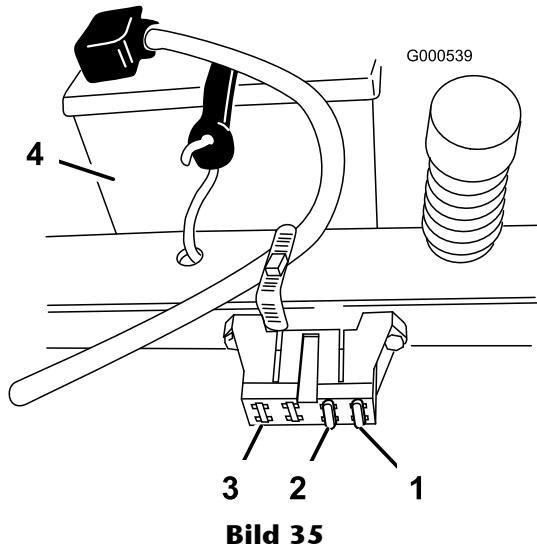

Bild 35
- Heben Sie den Sitz an, um die Sicherungshalter zugänglich zu machen (Bild 35).
- Ziehen Sie die Sicherung zum Wechseln heraus (Bild 35).